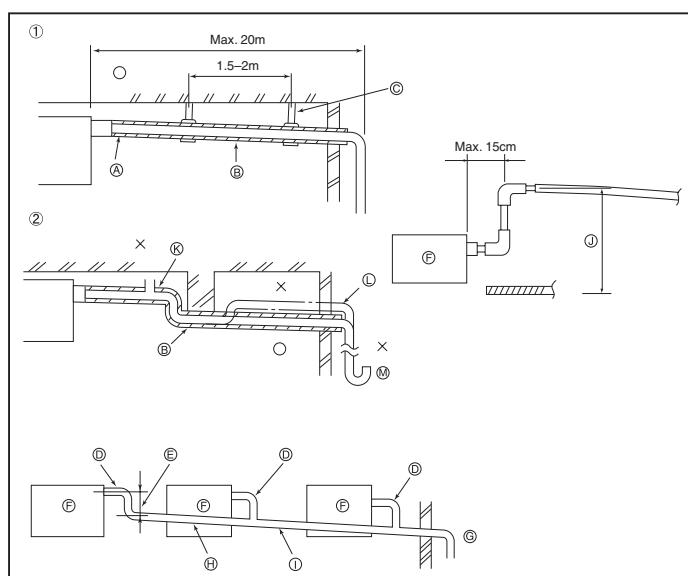

Fig. 3-4
3.4. Verrohrung der Dränage (Fig. 3-4)
- ① Richtige Verrohrung
- ② Falsche Verrohrung
- ③ Isolierung (9 mm oder mehr)
- ④ Gefälle (1/100 oder mehr)
- ⑤ Metallträger
- ⑥ Entlüfter